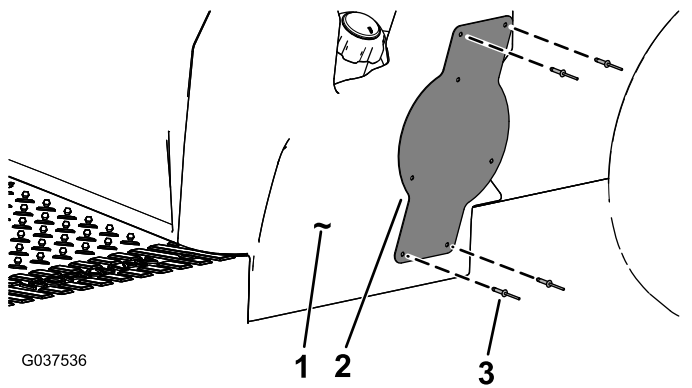

Bild 12
7. Befestigen Sie die Schildhalterung an den erstellten Bohrungen der Seite des Sitzunterteils mit vier Blindnieten (3/16" x 29/32"), wie in Bild 12 dargestellt.